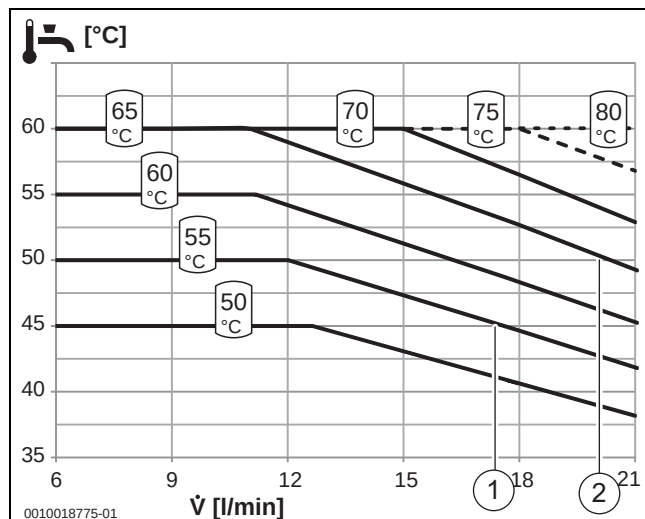

Bild 62 Temperaturverhalten Logamax kompakt WS170 E – 50 kW
- Beispiel 1 (→ Bild 62, Pos 1): Um eine Warmwassertemperatur von 45 °C zu erreichen, ist bei einer Entnahme von 17 l/min eine Temperatur von 55 °C im Bereitschaftsteil ausreichend.
- Beispiel 2 (→ Bild 62, Pos 2): Um eine Warmwassertemperatur von 50 °C zu erreichen, ist bei einer Entnahme von 20 l/min eine Temperatur von 60 °C im Bereitschaftsteil ausreichend.